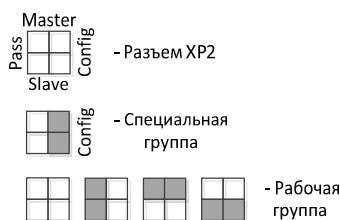

Рисунок 1. Выбор группы режимов работы «С2000-Ethernet».
Для обновления версии прибора «С2000-Ethernet» по RS-232 необходимо его подключить к СОМ-порту компьютера и перевести прибор в режим конфигурирования (положение джампера – «Config»). Положение джампера на разъеме ХР2 (рисунок 1) определяет группу режимов работы прибора: рабочую и специальную. Закрашенные квадраты соответствуют установленному состоянию джампера.
- 2) Перевести прибор в режим конфигурирования (положение джампера – «Config», см. рисунок 1);
- 3) Установить джампер на плате C2000-Ethernet в положение «Config» (см. рисунок 1);
6) Установить джампер на плате C2000-Ethernet в положение «Pass» (см. рисунок 1);